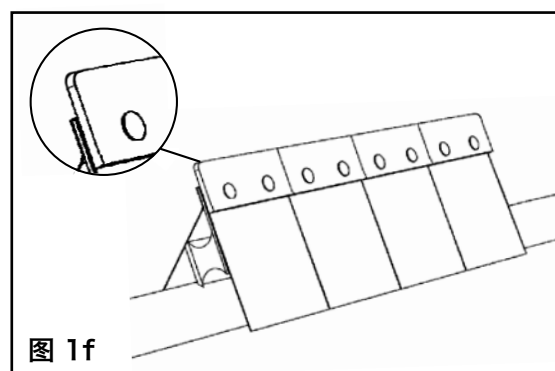

图 1f
- 将锁定块/调节支架旋转 180°, 然后重新安装螺栓 (图 1f)。
- f. 插入新刮刀刀头并安装平垫圈、锁定垫圈和螺母并轻轻拧紧。擦净清扫器最后一个刀头的外侧角落 (图 1f)。